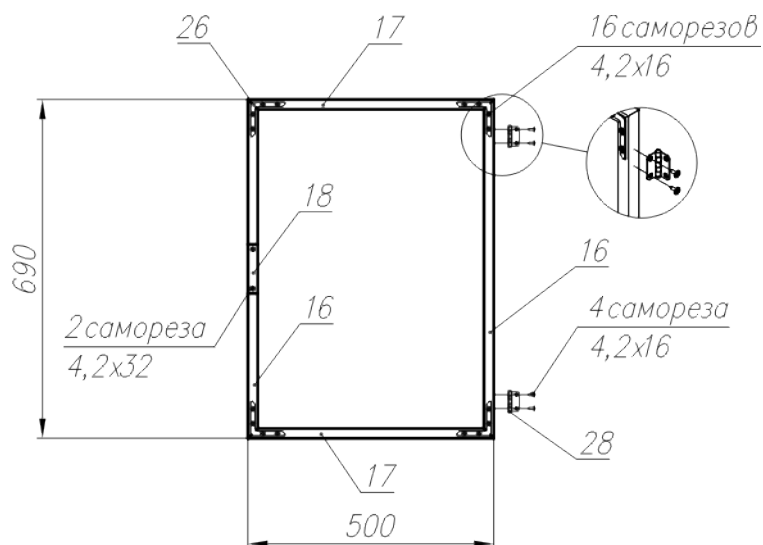
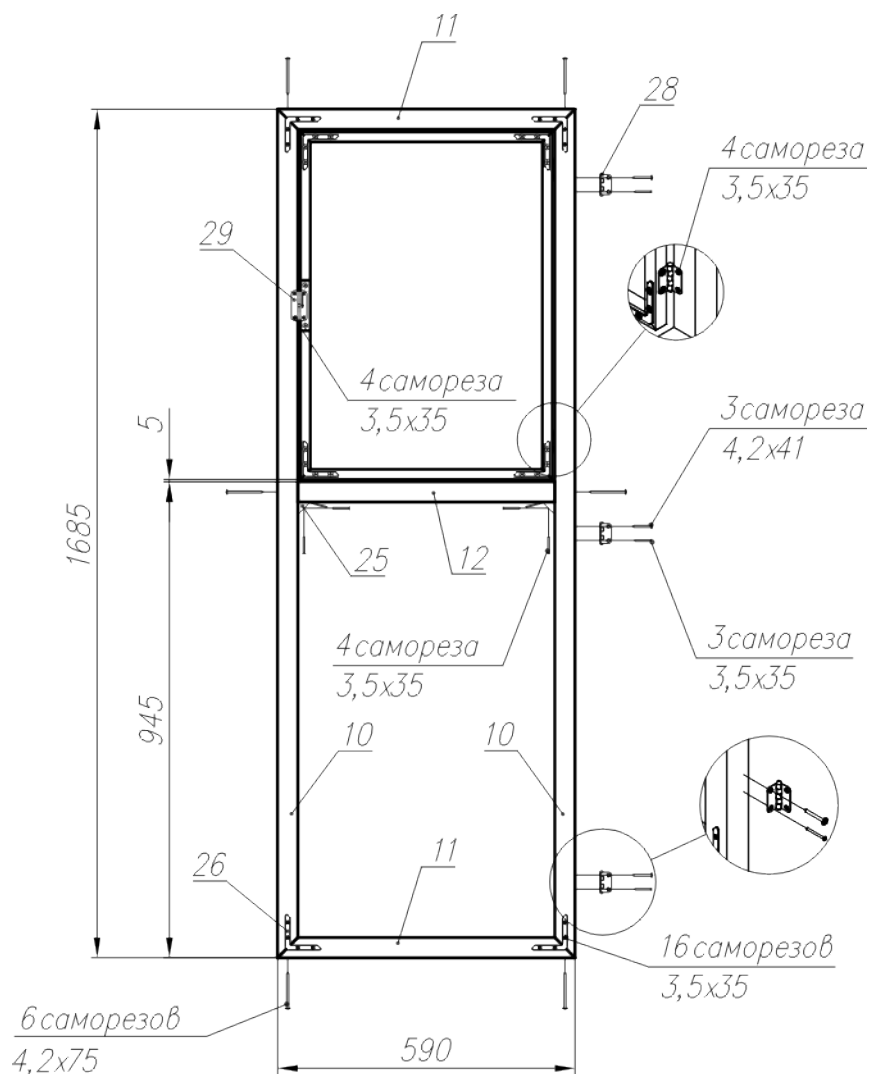

Рис. 6
Рис. 7
4.1. Соберите каркасы дверей, используя уголки и саморезы длиной 35 и 75 мм. При сборке руководствуйтесь рис.6, рис.7.